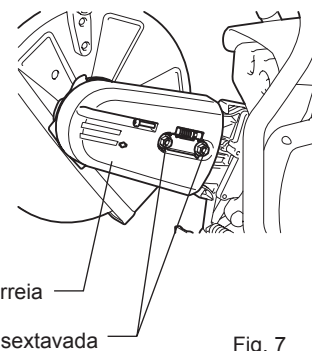

Fig. 7
- (7) Monte a cobertura da correia. (Fig. 7)